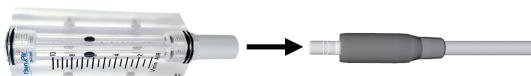

FIG. 5
4. Placera flödesmätaren på hankopplingen. Aktivera sedan kylflödet och mät luftflödet. Värdet mäts i mitten av flödesmätarens kula enligt standarden JIS B7551 (FIG. 5).